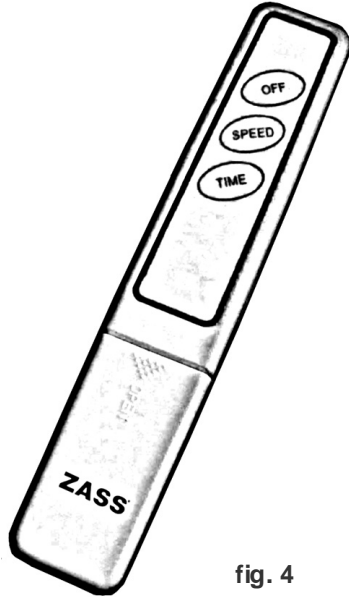

fig. 4
Toate funcțiile de mai sus (**OFF**, **SPEED** și **TIME**) pot fi accesate și cu ajutorul telecomenzii (fig. 4). Când utilizați telecomanda (22), îndreptați-o întotdeauna spre receptorul infraroșu (21) de pe panoul de control (20)